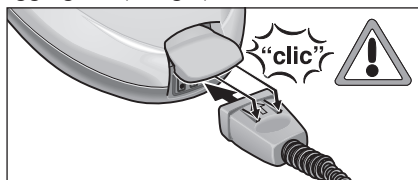

Fig.1: Isætning af blokstik
- Sæt blokstikket (C7) fast i aggregatets stikkontakt (A1). De to næser på blokstikket skal gå i hak på låget til stikdåsen på aggregatet (se fig.1).